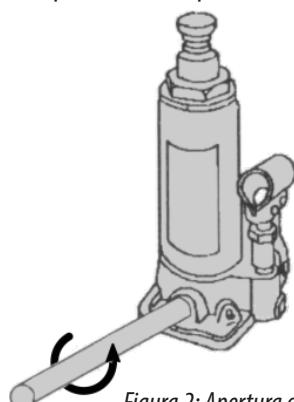

Figura 2: Apertura della valvola di spurgo
- Aprire la valvola di spурго inserendo la parte centrale della leva di pompaggio sul pomello della valvola di spурго e ruotare lentamente in senso antiorario (al massimo una sola rotazione) (figura 2).
- Aprire la valvola di spурго inserendo l'estremità sottile della leva di pompaggio sul quadro della valvola di spурго e ruotare lentamente in senso antiorario (al massimo una sola rotazione) (figura 2).